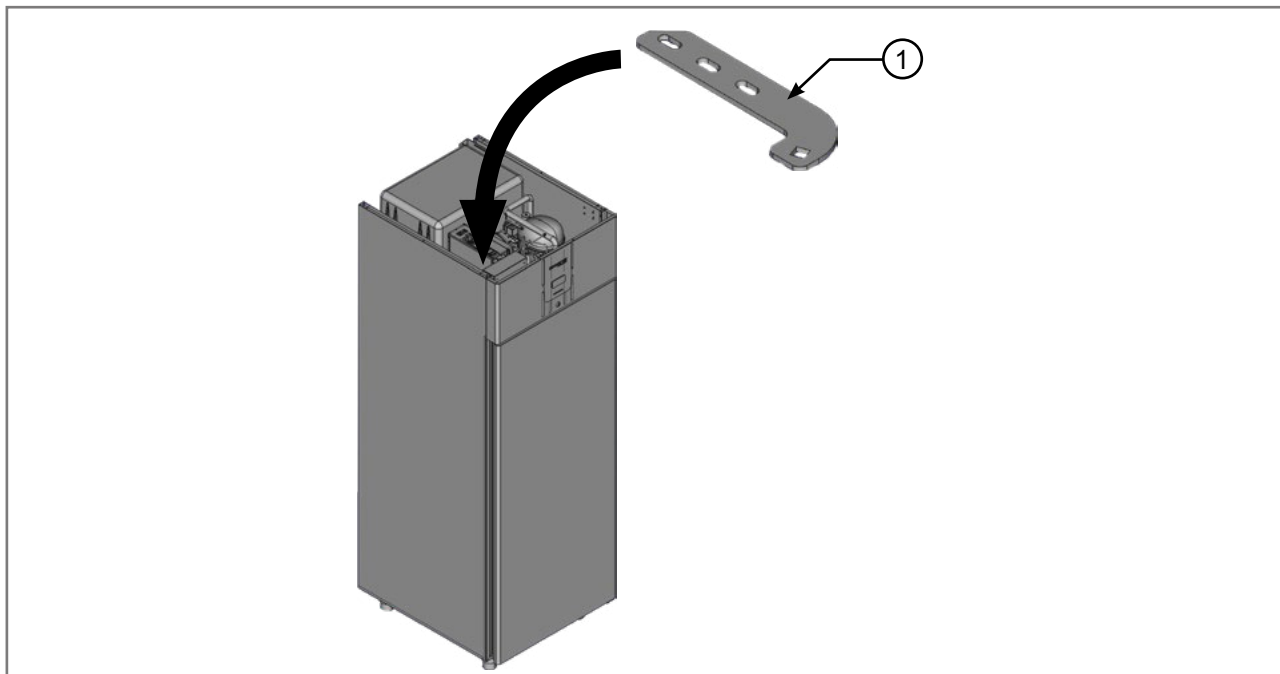

Abb. 3.27 - Einsetzen der oberen Türangel
- Die obere Türangel einsetzen (1 – Abb. 3.27).